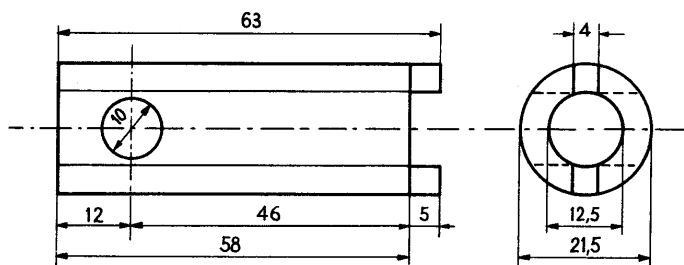

Fig. 2.- Douille spéciale pour Equipement Lavalette
- Dévissez l'écrou de serrage du moyeu de la pompe (sur pompe Lavalette à l'aide de l'outil représenté à la fig. 2).
- Dévissez l'écrou de l'arbre à cames de la pompe d'injection (sur pompe Lavalette à l'aide de la douille représentée à la figure 2).